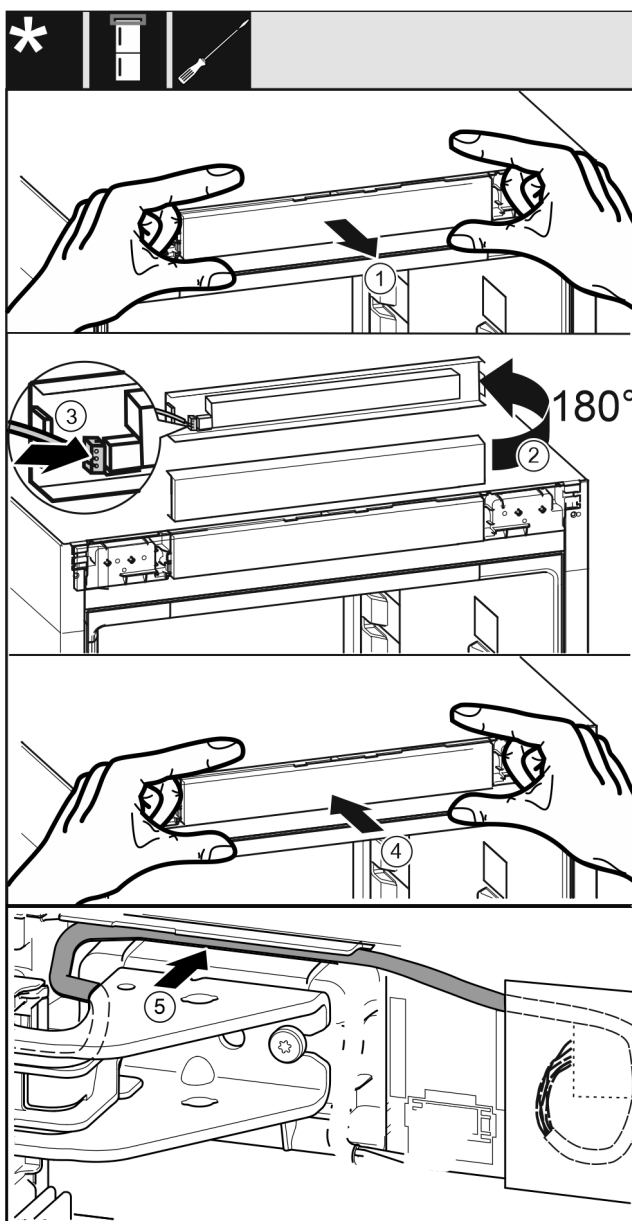

Fig. 62
- ▶ Осторожно извлеките фальшпанель Fig. 62 (1).
- ▶ Поверните фальшпанель Fig. 62 (2) вверх на 180°.
- ▶ Зафиксируйте штекер Fig. 62 (3) на фальшпанели.
- ▶ Снова зафиксируйте фальшпанель Fig. 62 (4) на устройстве.
- ▶ Осторожно проложите кабель Fig. 62 (5) в направляющей над верхним опорным кронштейном.